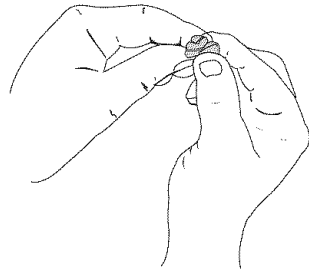

Fig. 21
5. Apriete el filtro para esparcir y retirar el exceso de aceite (Fig. 21).